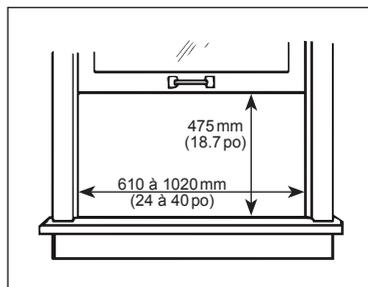

FIGURE 2
- Si vous devez installer le climatiseur dans une fenêtre étroite, vous n'aurez peut-être pas besoin d'installer les écrans flexibles. Veuillez vous référer à la *Figure 2* pour les exigences en matière de taille de fenêtre.